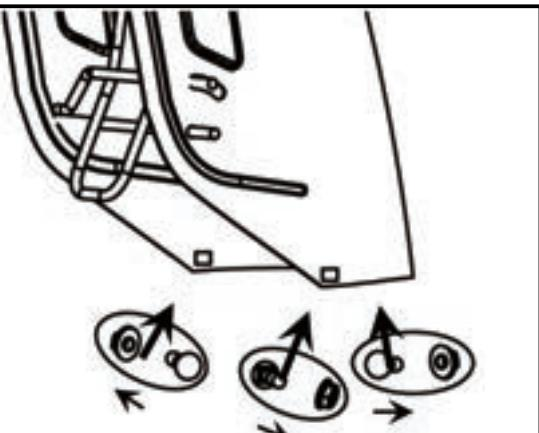

Рис. 8
2. Перед монтажом крышки желоба выставить конец тяги B (Рис. 8), ослабить два винта A (Рис. 8). Смонтировав крышку, затянуть оба винта для фиксации тяги. Пропустить тягу через направляющую A (Рис. 9).